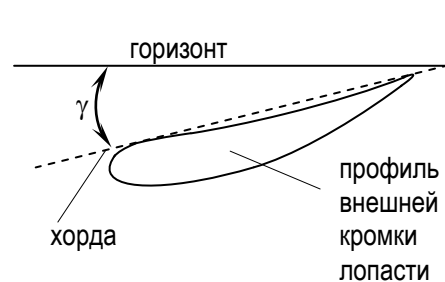

Рисунок 3
- Вставить хвостовик лопасти (2) в гнездо ступицы (1), таким образом, чтобы маркировка луча ступицы соответствовала маркировке лопасти (маркировка пробита на фланце хвостовика от 1 до 6). Вращая фланец хвостовика лопасти, совместить отверстия фланца с отверстиями ступицы;
- Посадить рабочее колесо на переходный фланец (7) и прикрепить его к фланцу при помощи болтовых соединений (4,5);
- При помощи электронного угломера выставить углы атаки лопастей. Углом атаки (γ) считается угол между горизонтом и хордой профиля на **внешней кромке лопасти** (рис. 3). Допустимое расхождение между углами атаки лопастей $\pm 0,2^\circ$;